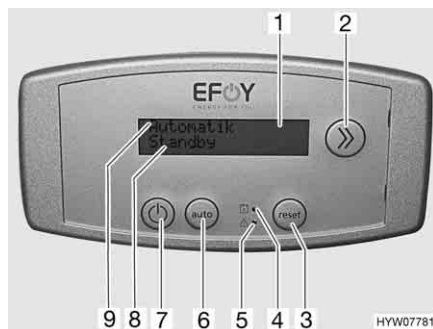

Fig. 155 Centralina di controllo per pila a combustibile
La pila a combustibile è composta da diversi componenti che sono montati nel gavone di coda (Fig. 153) e da un pannello di controllo (Fig. 155) posto nel vano abitabile.
La pila a combustibile carica automaticamente le batterie del vano abitabile non appena la loro tensione scende sotto i 12,5 V e la pila a combustibile viene attivata tramite il tasto On/Off (acceso/spento) (Fig. 155,7).
Il display (Fig. 155,1) della centralina di controllo è a due cifre. Nella prima riga (Fig. 155,9) viene visualizzato lo stato di funzionamento della pila a combustibile.
Nella seconda riga (Fig. 155,8) vengono visualizzate informazioni oppure segnalazioni di guasto.
La commutazione tra le informazioni a disposizione avviene mediante il tasto Info (Fig. 155,2).
I due LED sull'apparecchio di comando indicano i guasti (Fig. 155,5) e che è necessario sostituire la cartuccia del serbatoio (Fig. 155,4).
Dopo la rimozione dell'errore, riaccendere la pila a combustibile. A tal fine premere il tasto Reset (Fig. 155,3).
- Premere il tasto On/Off (acceso/spento) (Fig. 155,7). Nella prima riga del display (Fig. 155,9) viene visualizzata la modalità di funzionamento attuale.
- Se viene visualizzato "Ein" (acceso), la pila a combustibile si trova nella modalità di carica selezionata manualmente. Premere il tasto "auto" (Fig. 155,6), per commutare sulla modalità di funzionamento automatico.
- Premere il tasto On/Off (acceso/spento) (Fig. 155,7). La pila a combustibile si spegne in modo controllato.
- Se la pila a combustibile non è ancora stata spenta, premere il tasto On/Off (acceso/spento) (Fig. 155,7).